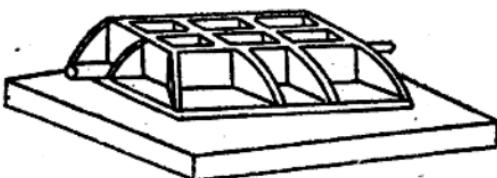

图 13 用标准平板檢查平板的平度
**第13条** 平板：須用标准平板檢查(如图13所示)，先将平板和标准平板的两个平面，用煤油刷洗清洁，在标准平板面上涂上一层均匀稀薄的紅鉛油，放到被檢查的平板面上，用手輕輕推動标准平板在整个平板面上作“8”形的运动，取下标准平板，檢查平板沾色，如每平方厘米表面上有四点色印，即为合格。